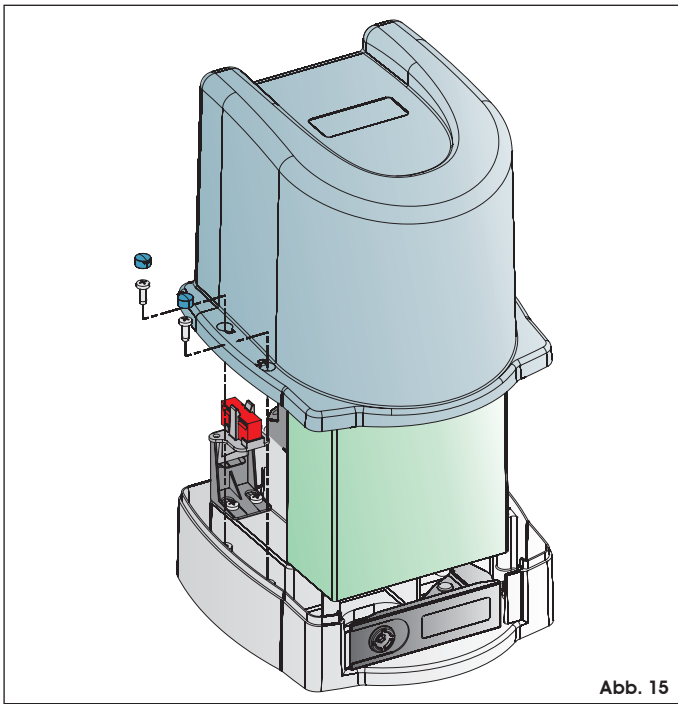

Abb. 15
- Nach der Prüfung der Automation (Abschn. 5) das Schutzgehäuse mit Hilfe der mitgelieferten Schrauben am Antrieb befestigen, siehe Abb. 15.